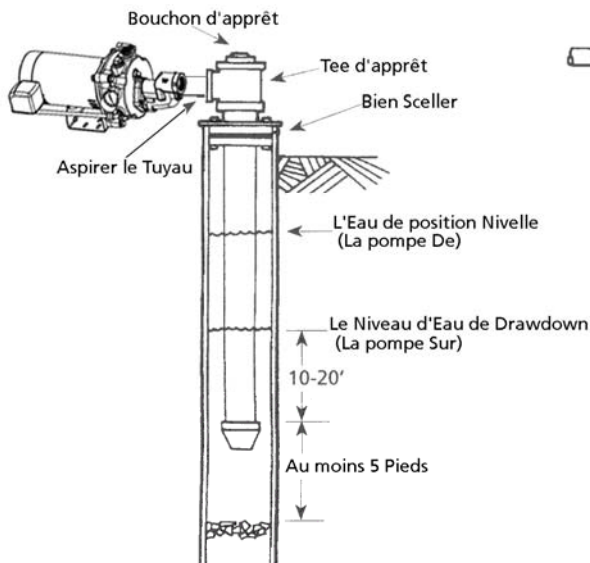

Figure 5 –Reconnu/creusé Bien l'installation
5. En utilisant une soupape de pied, un tee d'apprêt et bouche selon la Figure 5 est recommandée.